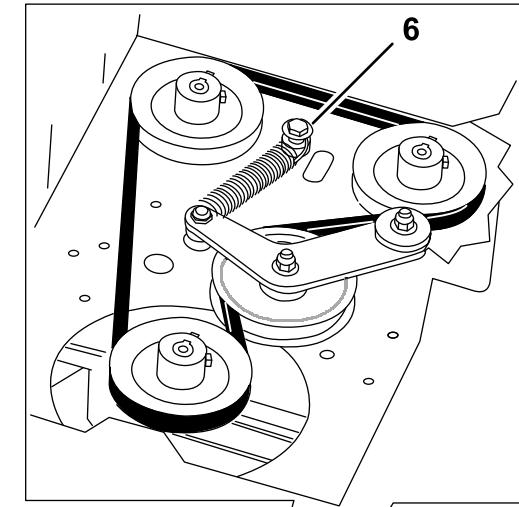

Figure 70
5. Retirez le boulon à épaulement, l'écrou et la rondelle du plancher moteur et du ressort (Figure 70).
6. Déposez la courroie d'entraînement de la pompe (Figure 70).
8. Placez le ressort sur le boulon à épaulement et la rondelle, et fixez-le au plancher moteur avec l'écrou (Figure 70).